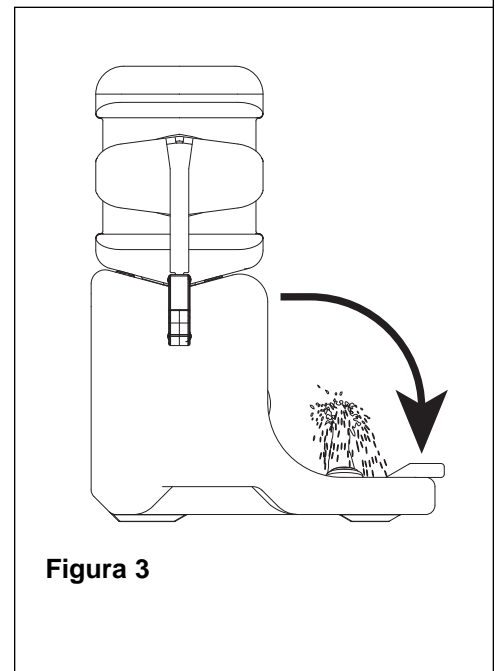

Figura 3
1. Pruebe la estación lavadora de ojos para verificar su funcionamiento adecuado empujando hacia abajo la bandeja (vea Figura 3). Inspeccione semanalmente la unidad lavadora de ojos para verificar su limpieza y el nivel de solución adecuado (según la norma ANSI Z358.1-2004). Cuando el nivel de solución caiga bajo la línea de llenado de 15 minutos, se debe vaciar y volver a llenar el tanque. Llene el tanque del lavador de ojos siguiendo el procedimiento descrito en el Paso 2 de la página 14.